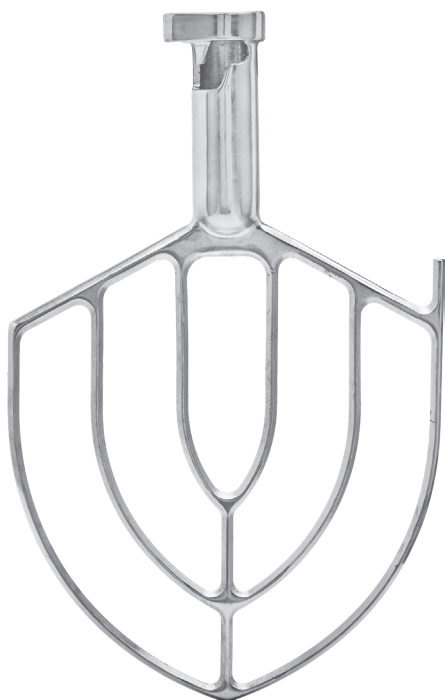

Fig. 8
- Ouvrez grille de protection du bol; faites-la pivoter vers la droite (fig. 8).